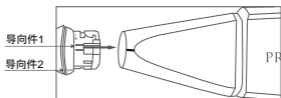
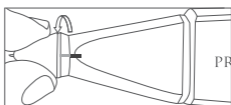

图2a
图2b
2. 为了插入新的探头，如图2a所示将导向件1置于适当的位置，顺时针旋转，将导向件2与主体上所标的导向线对齐，按图2b将之牢固固定。